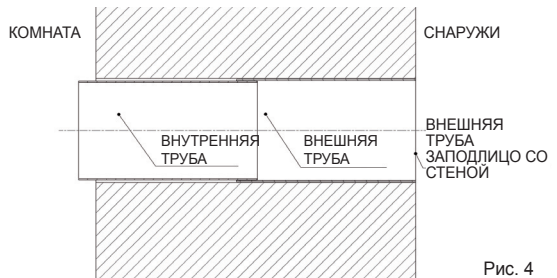

Рис. 4
3. Вставьте телескопическую трубу, убедившись, что часть трубы с наибольшим диаметром находится на одном уровне с наружной стеной (рис.4).